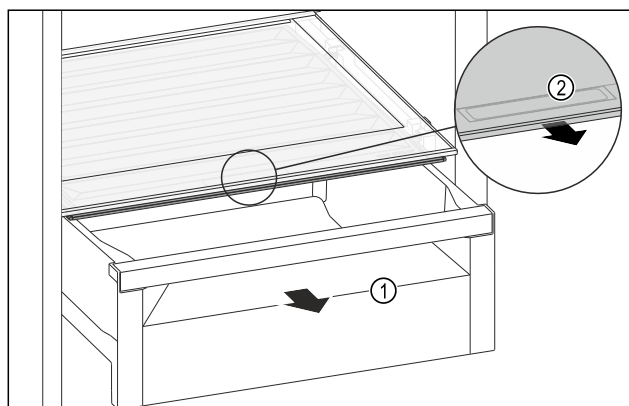

Fig. 124
- Schubfach Fig. 124 (1) herausziehen.
- ▶ Griffmulde Fig. 124 (2) am Fachdeckel anfassen und Fachdeckel gleichzeitig nach vorne ziehen.